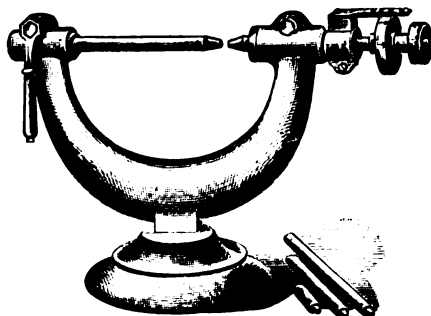
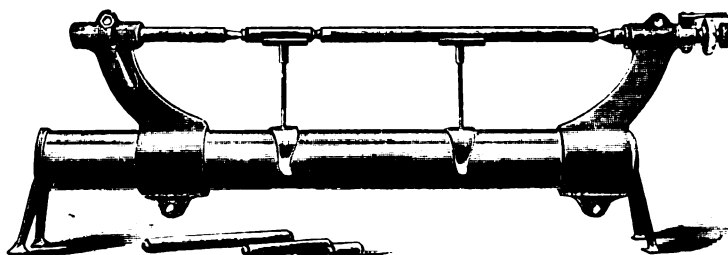
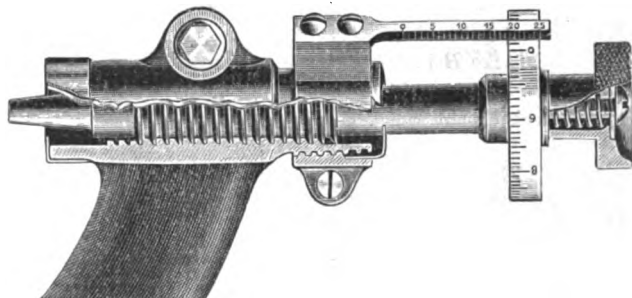

Fig. 2.
Fig. 3.
Fig. 4.
b) Werkstatts-Messmaschine von Prof. Sweet. Diese amerikanische Maschine ist in Fig. 2 für eine Spannweite bis 200 mm und in Fig. 3 für eine Spannweite bis 600 mm dargestellt; die kleinere wird in einem Holzkasten dauernd und zweckmässig montiert, so dass derselbe bei Benutzung der Maschine nur aufgeklappt wird. Die Anordnung des messenden Teiles ist in Fig. 4 deutlich sichtbar. Durch die besondere Gewinde-